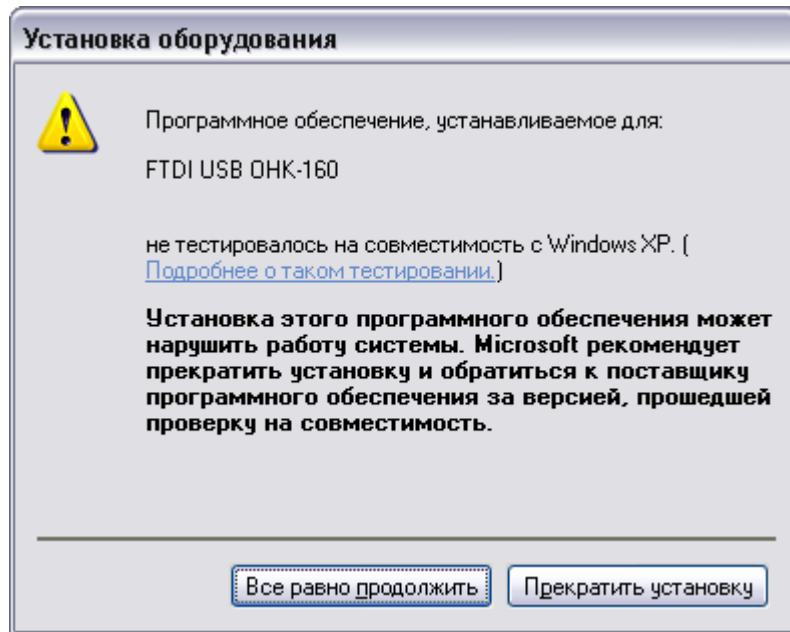

Рисунок 16.
10. В процессе установки драйвера появится запрос на подтверждение установки оборудования (Рисунок 16). Необходимо нажать кнопку «Все равно продолжить».